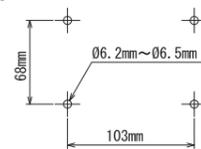

図1. 取付け穴寸法図
- 取付ける場所（天井・柱・壁面等）にφ6.2mm～φ6.5mmの穴を、図1の寸法で4ヶ所あけてください。